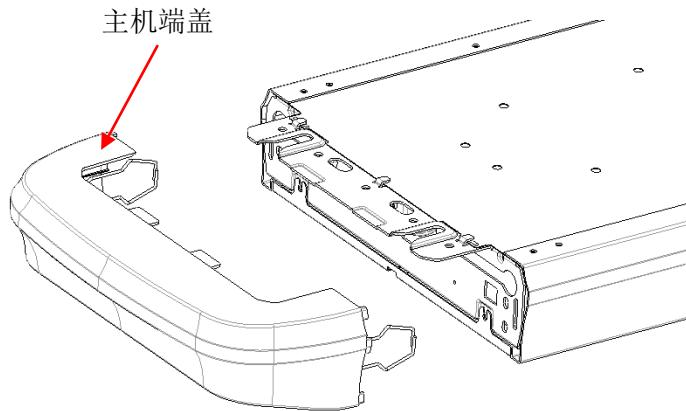
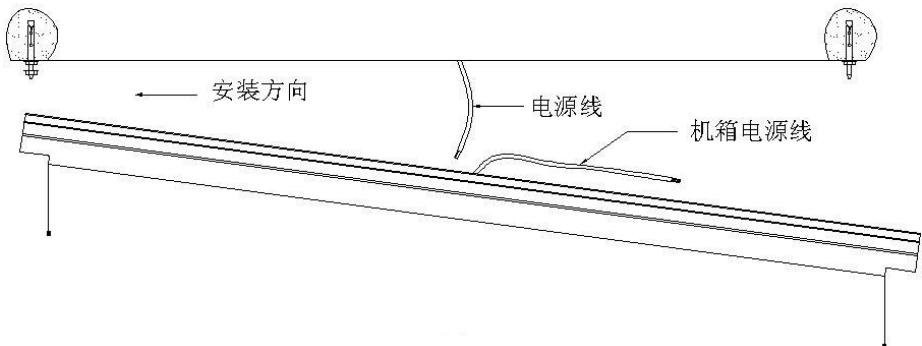

图 3
图 4
5、拆下两端的主机端盖（如图 3 所示）。然后小心托起主机，将主机一端插在两个膨胀螺丝的垫片上，接着托起另一端把垫片及螺母装上锁紧，然后，再把第一端的螺母拧紧（如图 4 所示）。